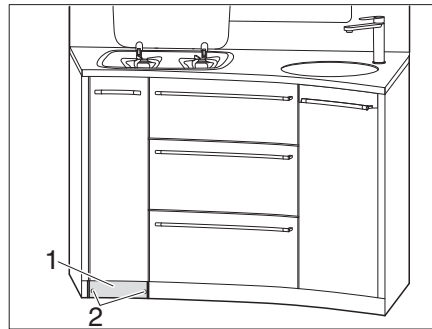

Bild 125 Skruva av sockel
- Skruva av 2 skruvar (Bild 125,2) på sockeln (Bild 125,1).
- Ta av sockeln (Bild 125,1).